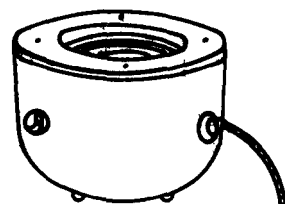

图 1.3 电加热套
(3) 电加热套。它是由玻璃纤维包裹着电热丝织成帽状的加热器（如图 1.3 所示）。加热和蒸馏易燃有机物时，由于它不是明火，因此具有不易引起着火的特点，热效率也高，加热温度用调压器控制。恒温电加热套，可以自动控温，最高加热温度可达  $250\text{ }^{\circ}\text{C}$ ，电加热套的容积一般与烧瓶的容积相匹配，从  $50\text{ mL}$  起，各种规格均有。电加热套主要用作回流加热的热源。
(4) 电动搅拌器。如果是非均相反应，或反应之一需要逐渐滴加时，为了尽可能使其迅速均匀地混合，以避免因局部过浓、过热而导致其他副反应发生或有机物的分解；有时反应产物是固体，如不搅拌将影响反应顺利进行。在这些情况下均需进行搅拌操作。